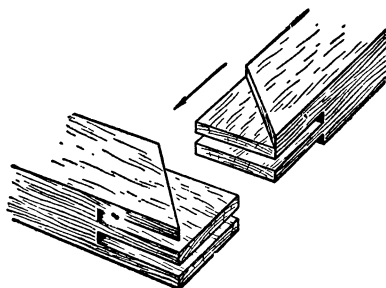

Рис. 32.
- 5) двойным сквозным шипом (рис. 32);